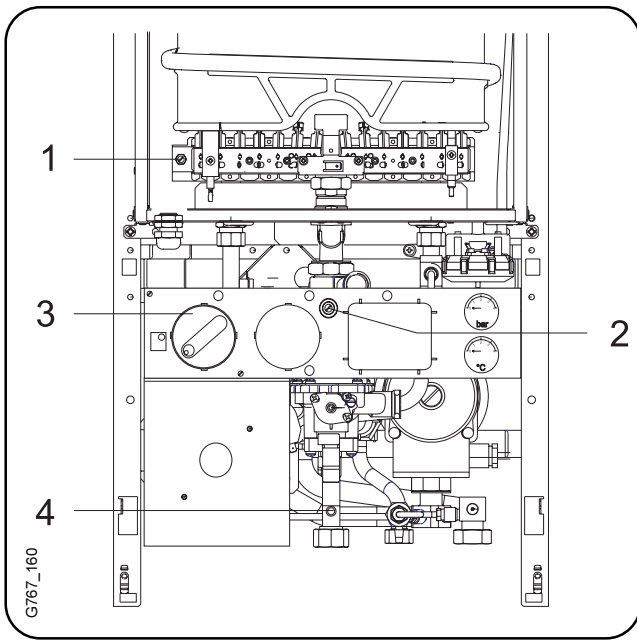

Fig. 16
2. Desenroscar el tornillo de cierre (pos. 1, fig. 16), y conectar el manómetro de columna de agua.
4. Colocar el regulador (pos. 3, fig. 16) a pos. "7".
5. Tomar la presión de boquilla indicada para la potencia seleccionada de la tabla 3 pag. 14, teniendo en cuenta el tipo de aparato. Regular la presión de boquilla, por medio del tornillo de regulación de gas (pos. 2, fig. 16), en izquierda mas gas, en derecha menos gas.
6. Cerrar la llave de paso de gas, quitar el manómetro de columna de agua y apretar el tornillo (pos. 1, fig. 16).
7. Soltar el tornillo de cierre (pos. 4, fig. 16), y conectar el manómetro de columna de agua en la toma de medición.
8. Abrir la llave de paso de gas y poner en funcionamiento el aparato. Colocar el regulador (pos. 3, fig. 16) en posición "7".
11. Cerrar la llave de paso de gas, desmontar el manómetro de columna de agua y atornillar fuertemente el tornillo junta (pos. 4, fig. 16).
3. Colocar regulador (pos. 3, fig. 16) en pos. "7".
4. Tomar el caudal de gas (l/min.) indicado para "la potencia exigida" de la tabla 4 pag. 14. Regular el caudal de gas mediante el contador en el tornillo de regulación de gas (pos. 2, fig. 16). En izquierda más y en derecha menos gas.
6. Quitar el tornillo de junta (pos. 4, fig. 16), y conectar el manómetro de columna de agua en la toma de medición.
9. Cerrar la llave de paso de gas, retirar el manómetro de columna de agua y apretar fijamente el tornillo junta (pos. 4, fig. 16).
11. Cerrar la llave de paso de gas, retirar el manómetro de columna de agua y apretar el tornillo junta (pos. 4, fig. 16).